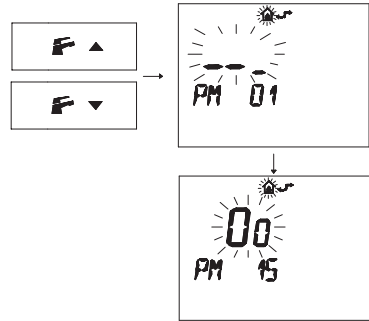

Figura 5.40
- Premere i pulsanti  o  per visualizzare la programmazione "PM15" abilitazione della sonda esterna (Figura 5.40).